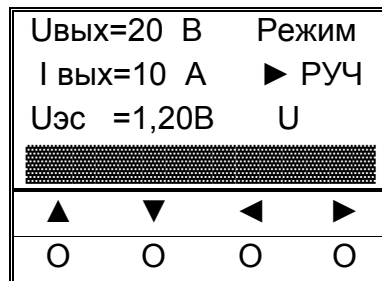

Рисунок 11
3. С помощью кнопок управления «◀», «▶» установить ползунок в крайнее правое положение, проконтролировать значения параметров: U=20В, I=10А (рисунок 11).